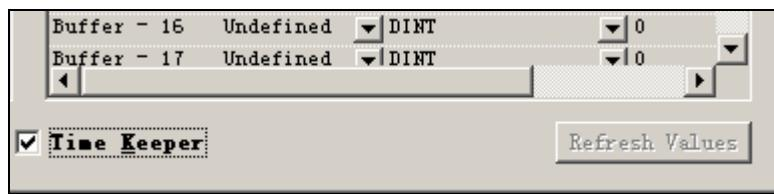

图 6-27 将 #1 变频器设置为计时器
12) 选中 Time Keeper 选项。这项操作的含义是将#1 变频器作为 SynchLink 的记时器，而#2 变频器则与#1 变频器的时钟同步，如图 6-27 所示。